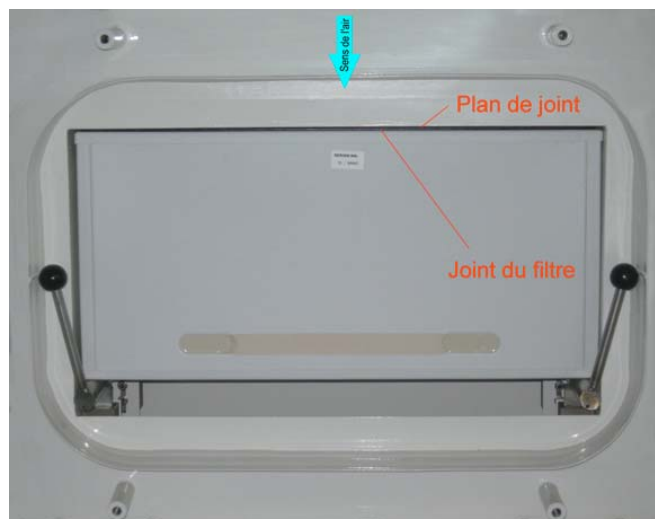

fig 1
6. Le joint du filtre doit être positionné pour être serré en totalité et de façon uniforme sur le plan de joint du caisson afin d'assurer une étanchéité optimale (photo **fig 1**)